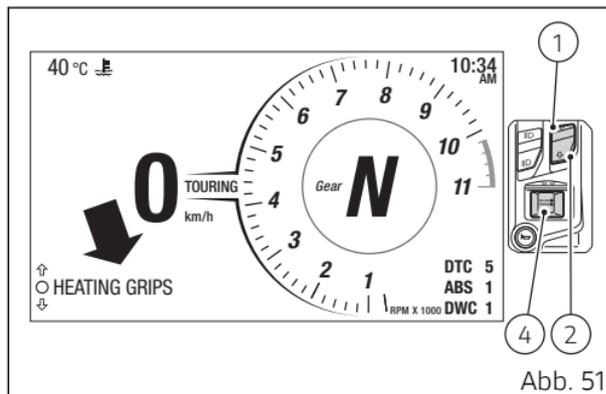
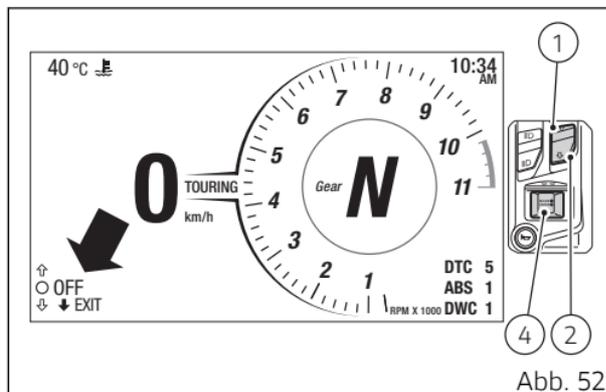

Abb. 51
Abb. 52
Über die Tasten (1) und (2) im Menü Funktionen (Abb. 51) die Funktion HEATING GRIPS wählen. Durch Betätigung der Taste (4) werden die derzeitige Einstellung der Stufe der beheizten Lenkergriffe („OFF“, „LOW“, „MEDIUM“, „HIGH“) und der nach unten zeigende, schwarze Pfeil mit der Angabe „EXIT“ (Abb. 52) angezeigt.